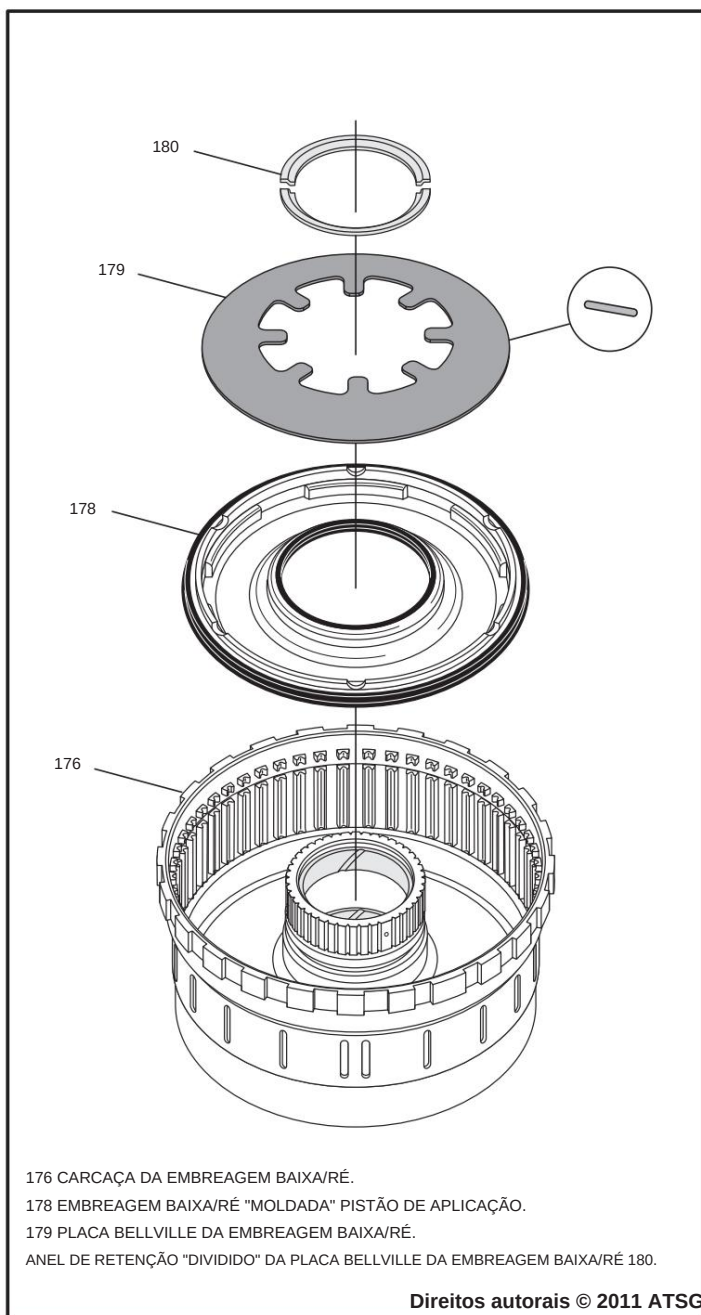

Figura 73
16. Coloque a carcaça da embreagem baixa/ré em uma superfície de trabalho plana, conforme mostrado na Figura 73.
18. Instale o pistão da embreagem baixa/ré no alojamento da embreagem baixa/ré, conforme mostrado na Figura 73.
19. Instale a mola de retorno tipo Bellville na parte superior do pistão instalado na direção mostrada na Figura 73.
20. Comprima a mola Bellville e instale o retentor "dividido" na ranhura do alojamento, conforme mostrado na Figura 73.